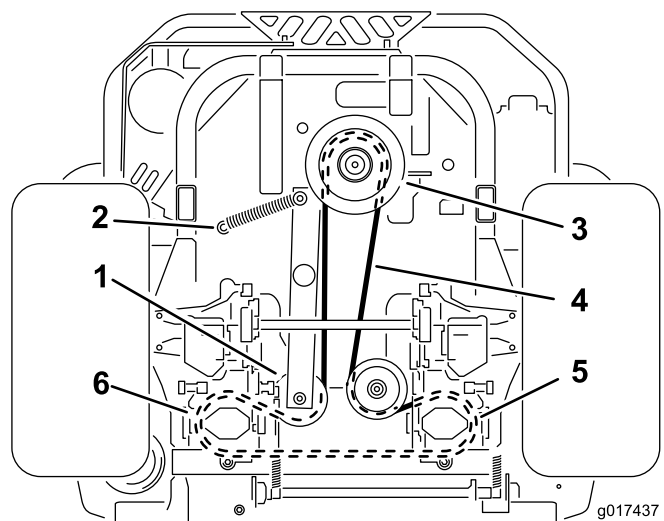

Figura 64
4. Sollevare la macchina e sostenetela su cavalletti (Figura 64).
6. Staccate la molla di tensione dal perno di ancoraggio (Figura 64).